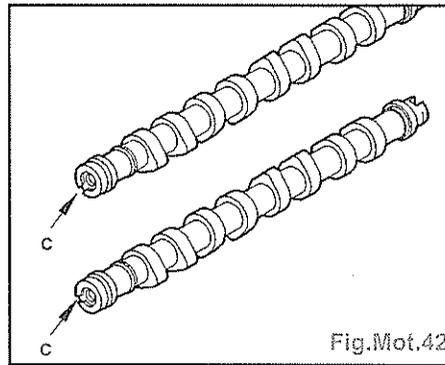

Fig.Mot.42
- Reposer les arbres à cames dans la culasse en respectant l'orientation suivante (Fig.Mot.42) :